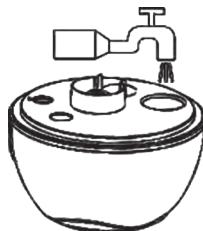

рис. 2
- 7.1.3 Наполните резервуар водой (рис. 2), закрутите крышку заливного отверстия и установите резервуар с водой на корпус прибора.